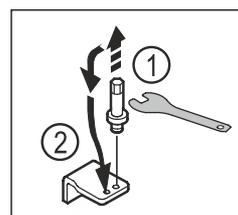

Fig. 17
- ▶ Dévisser l'axe du support de palier inférieur avec une clé mâle coudée pour vis à six pans creux de 5. Fig. 17 (1)
- ▶ Placer l'axe du côté opposé. *Fig. 17 (2)*